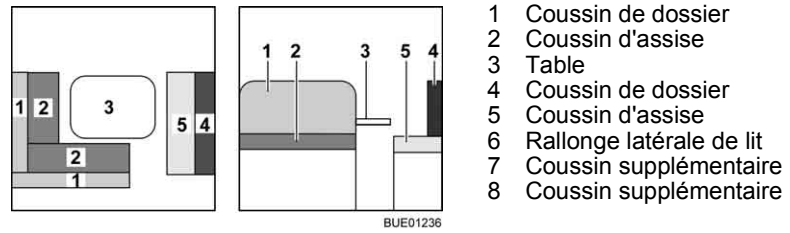

Fig. 94 Avant la transformation
- Convertir la table (Fig. 94,3) en sommier de lit (voir paragraphe 6.11).
- Enlever les coussins de dossier (Fig. 94,1) de la banquette en L et les placer de côté.
- Enlever le coussin de dossier (Fig. 94,4) de la banquette longitudinale et le placer de côté.